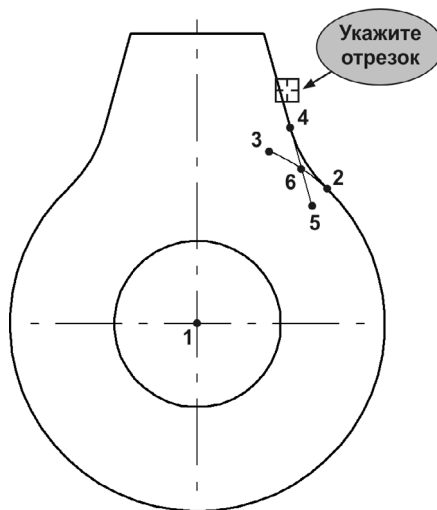
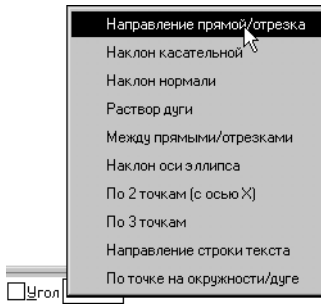

Рис. 37.6. Вспомогательные построения
Рис. 37.7. Меню Геометрического калькулятора
2. В ответ на запросы системы с помощью привязки **Ближайшая точка** укажите точку 1 (центр дуги) и точку 2 (начальная точка дуги). Положение конечной точки 3 дуги можно указать приблизительно (рис. 37.6).
3. Нажмите кнопку **Отрезок** и с помощью привязки **Ближайшая точка** укажите начальную точку 4 отрезка (рис. 37.6)
5. В меню Геометрического калькулятора выберите команду **Направление прямой/отрезка** (рис. 37.7) и укажите наклонный отрезок (рис. 37.6).